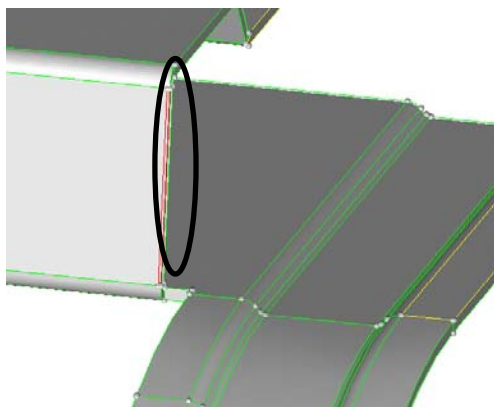

图 3-18 缝合自由边
- (1) 进入 replace 子面板。
- (2) 激活 moved edge，选择图形区左边的自由边。此时 retained edge 被激活，选择右边的自由边，如图 3-18 所示。
- (3) 将 cleanup tol 设置为 0.1。
- (4) 单击 replace 按钮。当右侧自由边被选中时，HyperMesh 会弹出信息：Gap=(200018)。Do you still wish to toggle? 。
- (5) 单击 Yes 按钮，执行缝合操作。